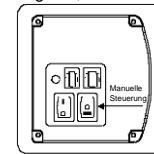

Abbildung 19
1. Schalten Sie die Taste „Manuelle Steuerung“ auf die Position „1“ (manuelle Steuerung). – Abbildung 19